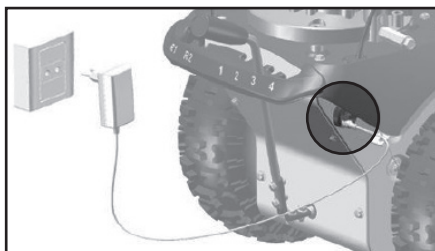

Рис. 14
- Подключите зарядное устройство к аккумулятору, используя зарядный порт, расположенный на подметальной машине справа внизу со стороны рабочего места оператора (Рис. 14).